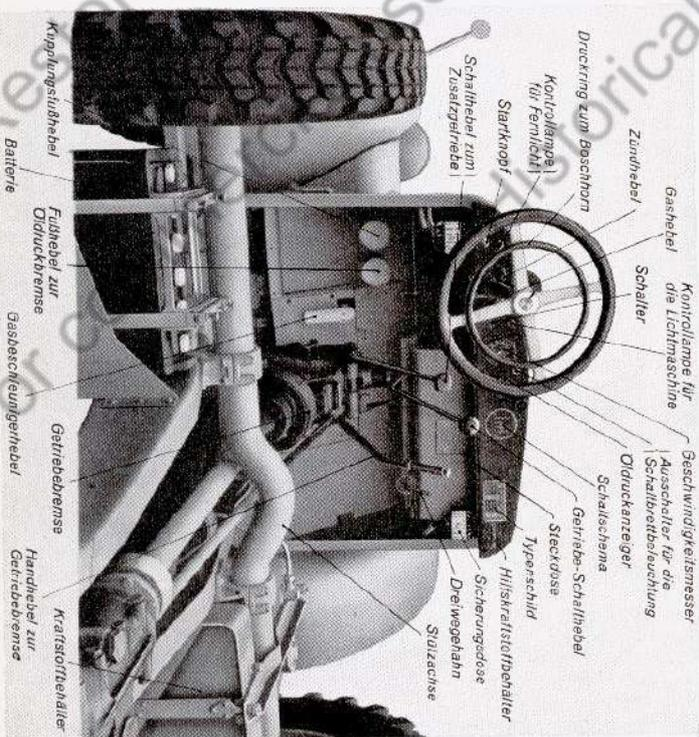

Bild 2. Schaltbrett und Bedienungshebel
Am Kupplungsfußhebel (Bild 2) muß mindestens etwa 30 mm Spiel am (toten Gang), damit im eingekuppelten Zustand der Betrag voll aufeinander-
**Schaltschema** Die Stellung des Schalthebels zum Einrücken in den gewünschten Gang ist auf dem Schaltschema an der Schalttafel (Bild 2) zu ersehen.